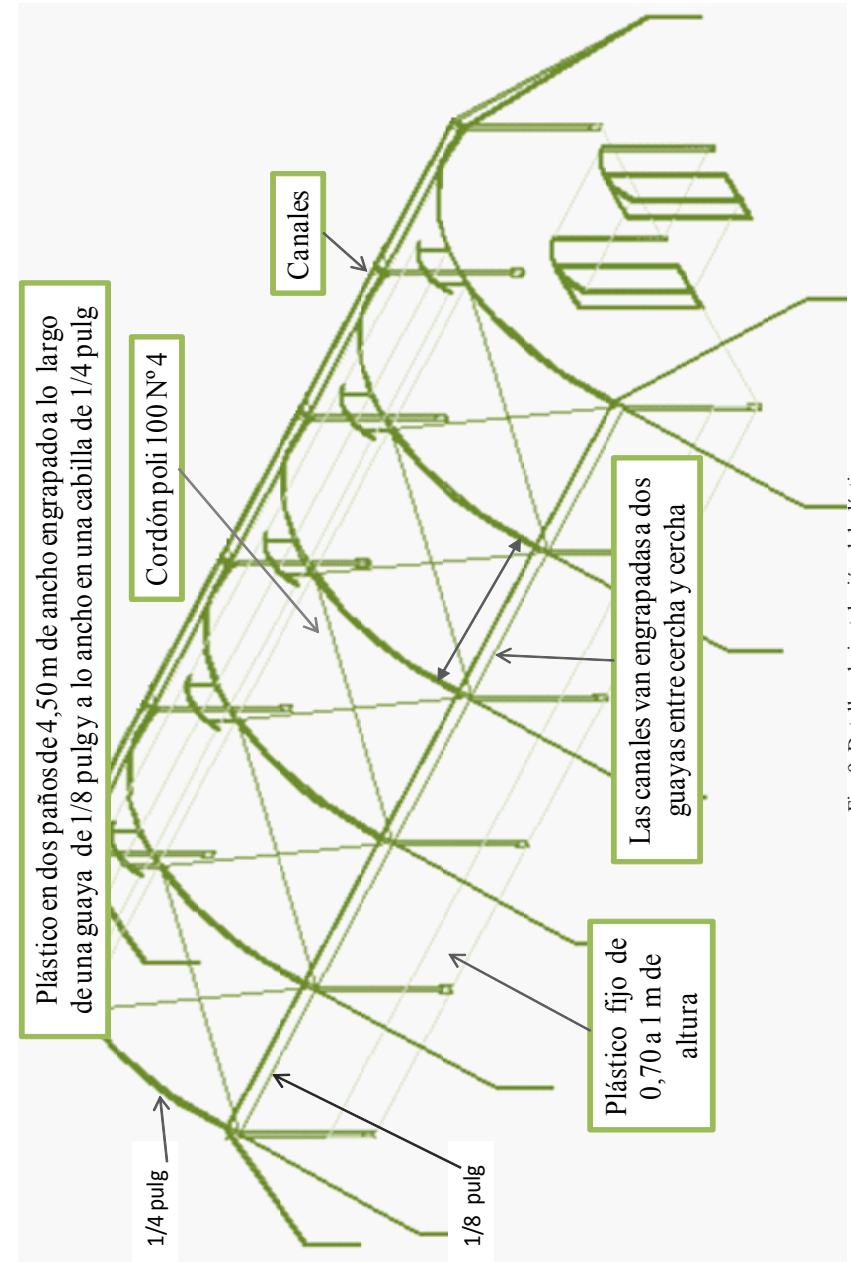

Fig. 9 Detalles de instalación del plástico
11.- La instalación del plástico va en dos láminas de 4,50 m de ancho, desde el lateral hasta la apertura cenital. Engrapado a lo largo del invernadero en una guaya de 1/8 pulg y a lo ancho en una cabilla de un 1/4 pulg (Fig. 9)
12.- Por encima del plástico debe ir un cordón poli 100 N° 4 entre cuadro y cuadro de cada cercha, para evitar que el viento lo levante (Fig. 9)